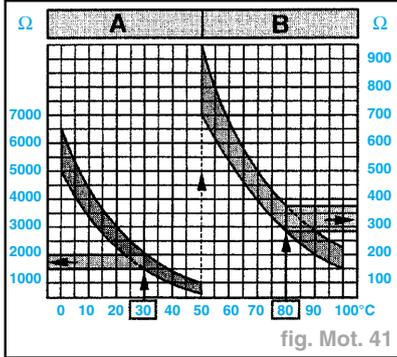

fig. Mot. 41
- Valeur consignée, voir Diagramme (fig. Mot. 41).